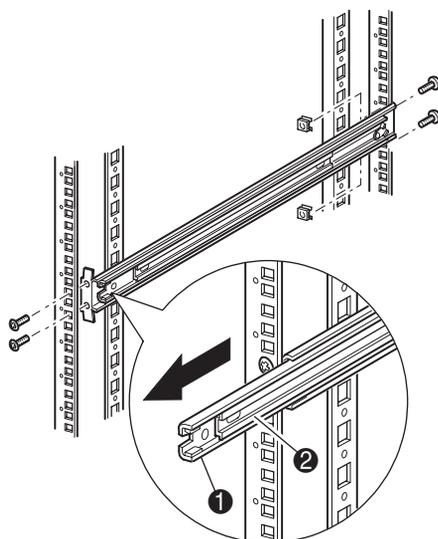

Figura 13: Instalación de los rieles
3. Instale las dos tuercas de pinza deslizantes (dos orificios encima de los tornillos del soporte superior, marcados anteriormente mediante la plantilla) en cada uno de los raíles verticales de la parte frontal del receptáculo del bastidor (Figura 13).